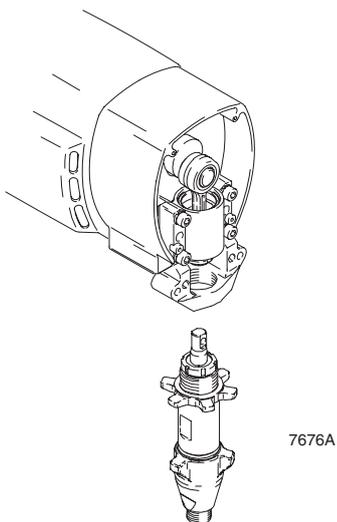

Fig. 23
1. Fig. 23. Extraiga el vástago del pistón 3,8 cm. Enrosque la bomba hasta que los orificios de la travesía del cojinete y del vástago del pistón queden alineados.